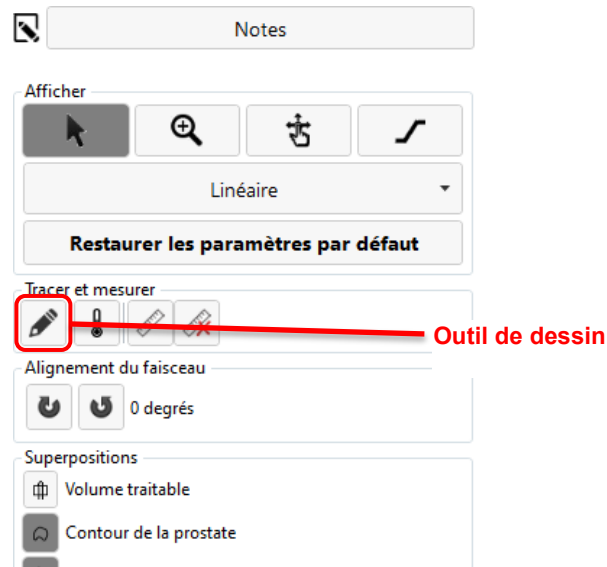

Figure 60 : Outil de « dessin » pour la limite de la prostate sur l'écran Delivery (Administration)
2. Une fois l'administration interrompue, développer le panneau droit dans l'espace de travail Administration pour sélectionner l'outil de dessin des limites de la prostate (*Figure 60*).